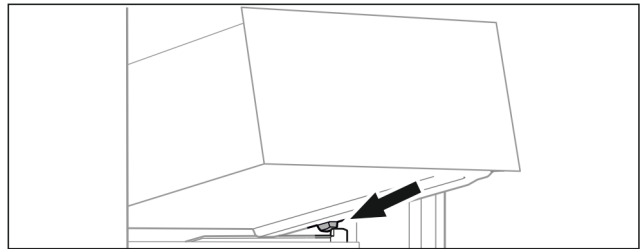

Fig. 121
- ▶ Placer le tiroir, en l'inclinant, derrière les butées sur la nervure de récipient. (voir Fig. 121)